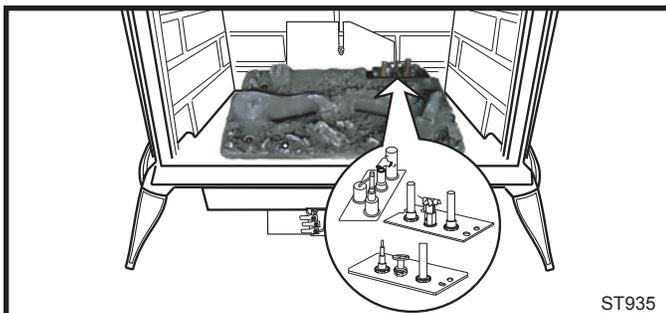

**Fig. 75** Retirez les vis de montage du régulateur. Remplacez le moteur pas à pas.
1. À l'aide d'un tournevis Torx T20 ou d'un tournevis fendu, retirez et jetez les trois vis de montage du régulateur de pression. (Fig. 75)